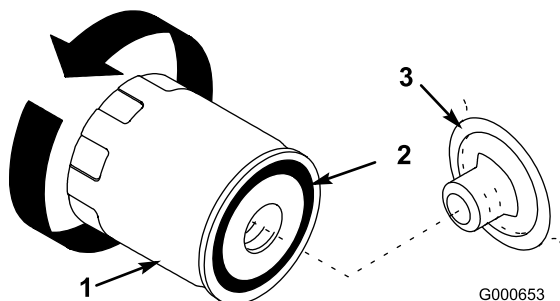

Рисунок 25
7. Снимите старый фильтр и протрите поверхность прокладки переходника фильтра (Рисунок 25).
10. Нанесите тонкий слой свежего масла на резиновую прокладку нового фильтра (Рисунок 25).
резиновой прокладки с переходником фильтра, после этого затяните фильтр, повернув его еще на пол-оборота (Рисунок 25).